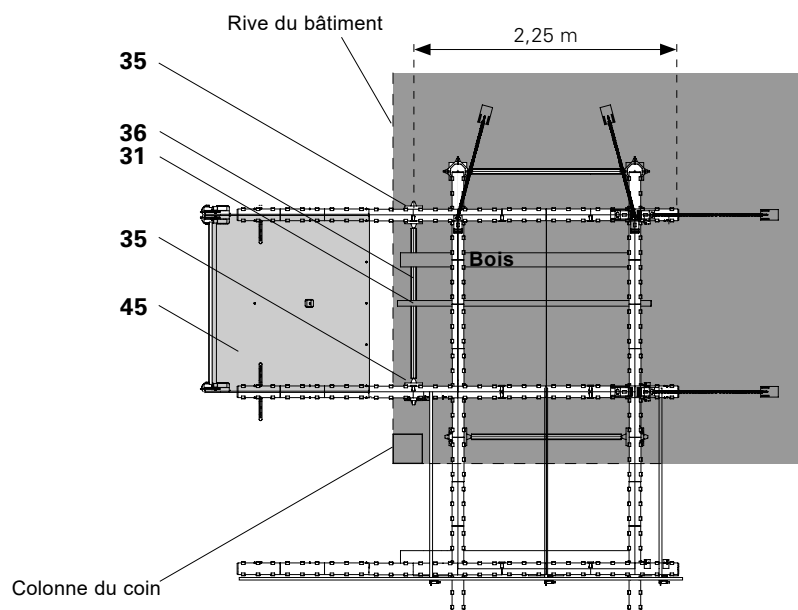

Fig. A9.06a
5. Monter la passerelle SKYDECK SDB intérieure (45). (Fig. A9.06a)